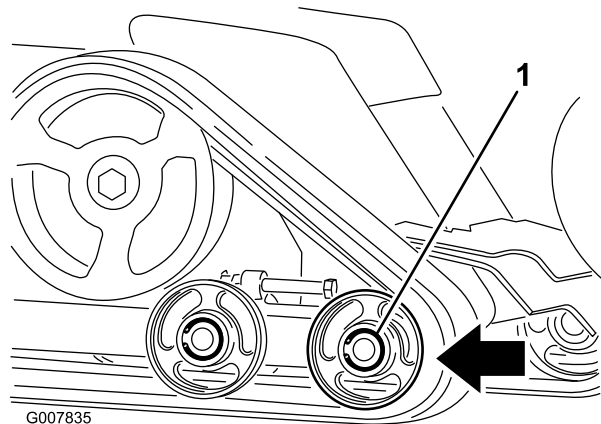

Рисунок 47
6. Отожмите передний опорный каток назад до упора (**Рисунок 47**).
8. Когда гусеница будет снята с опорного катка, уберите ее в сторону от машины (Рисунок 47).
9. Начиная с ведущего колеса, проложите вокруг него новую гусеницу, убедившись, что выступы на гусенице входят в зазоры между проставками на колесе (Рисунок 47).
10. Протолкните гусеницу под задний и средний опорные катки и между ними (Рисунок 47).